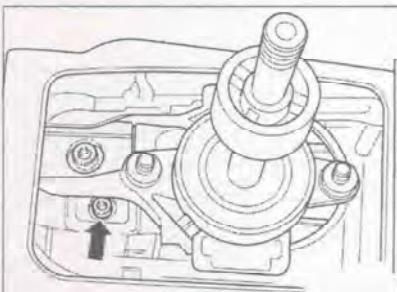

Рис. 7.30. Ослабьте болт (стрелка) крепления тяги включения передач.
8. Ослабьте болт (стрелка) крепления тяги включения передач (рис. 7.30).